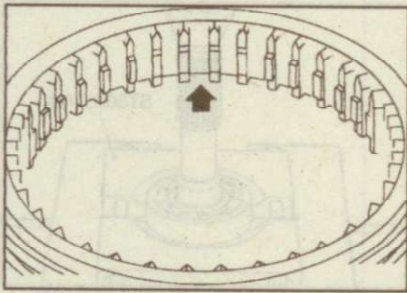

Рис. 9.212. Место установки сухаря в углублении скользящей муфты синхронизатора 3-й и 4-й передач
1. Вставьте сухари фиксаторов в три углубления на скользящей муфте (синхронизатор 3-й и 4-й передач) (рис. 9.212).